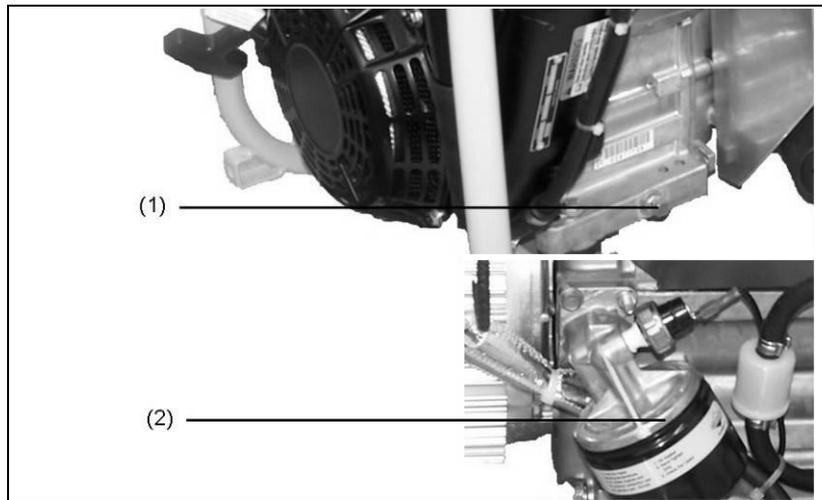

Abb. 6-2: Öl wechseln
3. Verschlusschraube (*Abb. 6-2-(1)*) vorsichtig abschrauben und warten bis Öl vollständig in den Auffangbehälter abgelassen ist.
4. Verschlusschraube (*Abb. 6-2-(1)*) wieder aufschrauben.
Beim Wechsel des Ölfilters (*Abb. 6-2-(2)*) gehen Sie bitte wie in der Motorenanleitung beschrieben vor.